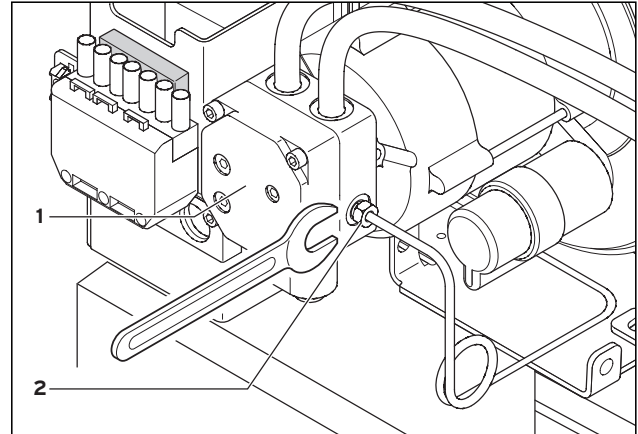

Abb. 8.13 Düsenstockleitung lösen
- Legen Sie einen Lappen unter die Ölpumpe (1) (siehe Abb. 8.13), um eventuell auslaufendes Öl aufzufangen.